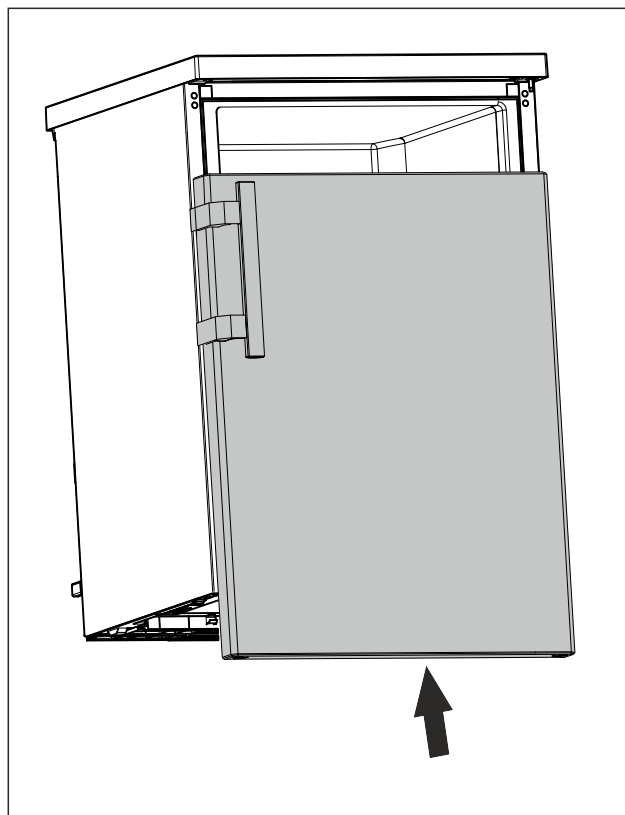

Fig. 24
- Nasuňte dvere v zatvorenom stave na horný čap. (pozri Fig. 24)